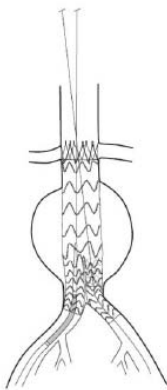

Figura 23
52. Avance a ponta da perna ipsilateral até a Endoprótese bifurcada. Observe atentamente conforme a Extensão ilíaca entra e avança pela Endoprótese bifurcada principal, para garantir que a endoprótese principal não é movida de modo proximal. (Figura 23).